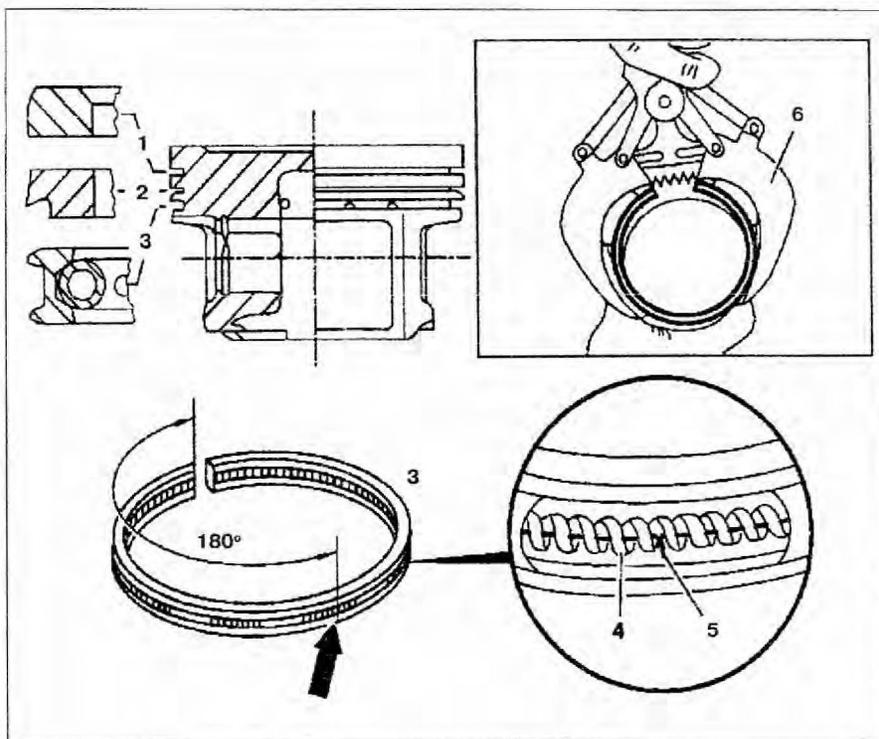

Рис. 2.43. Поршневые кольца:
3. Снимите поршневые кольца (рис. 2.43).